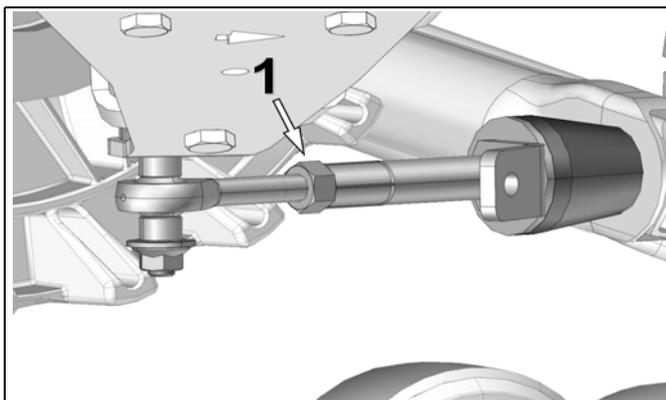

Abbildung 4
- Wenn der Anstellwinkel korrekt eingestellt ist, schrauben Sie die Gegenmutter (1) wieder gegen den Stabilisierungsarm mit einem Anzugsmoment von $40 \text{ N}\cdot\text{m}$ [$30 \text{ lb}\cdot\text{ft}$] fest. Siehe Abbildung 4.